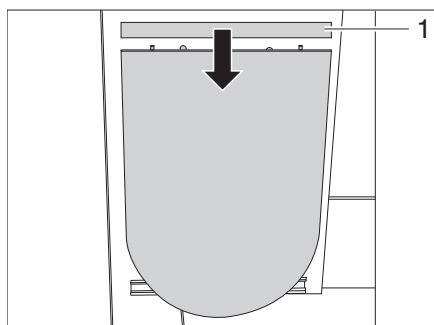

Bild 42 Klappptisch, eingeklappt
- Tischplattenverlängerung (Bild 42/1) oben in die Holzdübel aufsetzen.